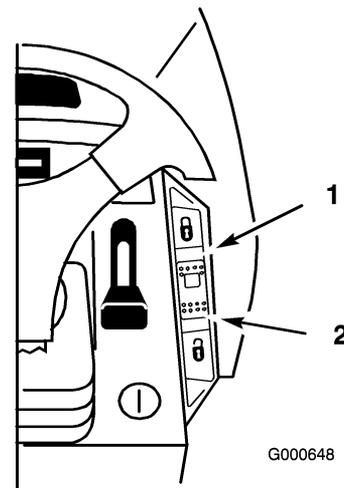

Figure 28
Ce commutateur situé sur le tableau de bord (Figure 28) a trois positions qui assurent les fonctions suivantes : Verrouillé-Prêt (rappelé par ressort), Activé et Déverrouillé-Désactivé. Le régulateur de vitesse maintient la position de
1. Commencez à conduire le tracteur en marche avant (voir Marche avant ou arrière à la section Utilisation, page 20). Appuyez sur la pédale de déplacement sans la relâcher et poussez la commande du régulateur de vitesse (Figure 28) à la position Verrouillé-Prêt.
1. Appuyez sur la pédale de déplacement sans la relâcher et placez la commande du régulateur de vitesse (Figure 28) à la position Déverrouillé-Désactivé.